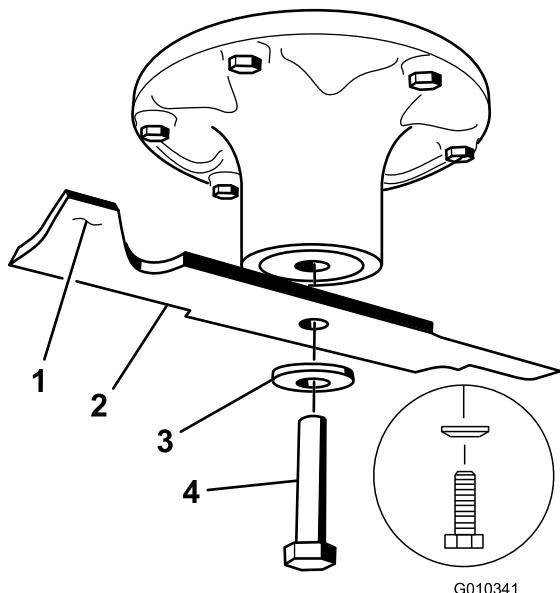
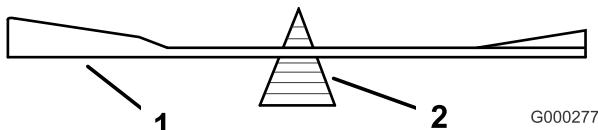

Figura 66
Figura 68
Tenete l'estremità della lama con un cencio o un guanto bene imbottito. Togliete il bullone, la rondella curva e la lama dall'asse del fusello (Figura 66).
2. Controllate l'equilibrio della lama posizionandola su un bilanciatore (Figura 68). Se la lama rimane in posizione orizzontale, è bilanciata e può essere utilizzata. Se la lama non è bilanciata, limitate del metallo soltanto dalla costa (Figura 66). Ripetete la procedura finché la lama non è perfettamente bilanciata.
1. Montate la lama sull'asse del fusello (Figura 66).
2. Montate il disco elastico e il bullone della lama. Il cono del disco elastico deve essere rivolto in verso la testa del bullone (Figura 66). Serrate il bullone della lama a 135 - 150 Nm.